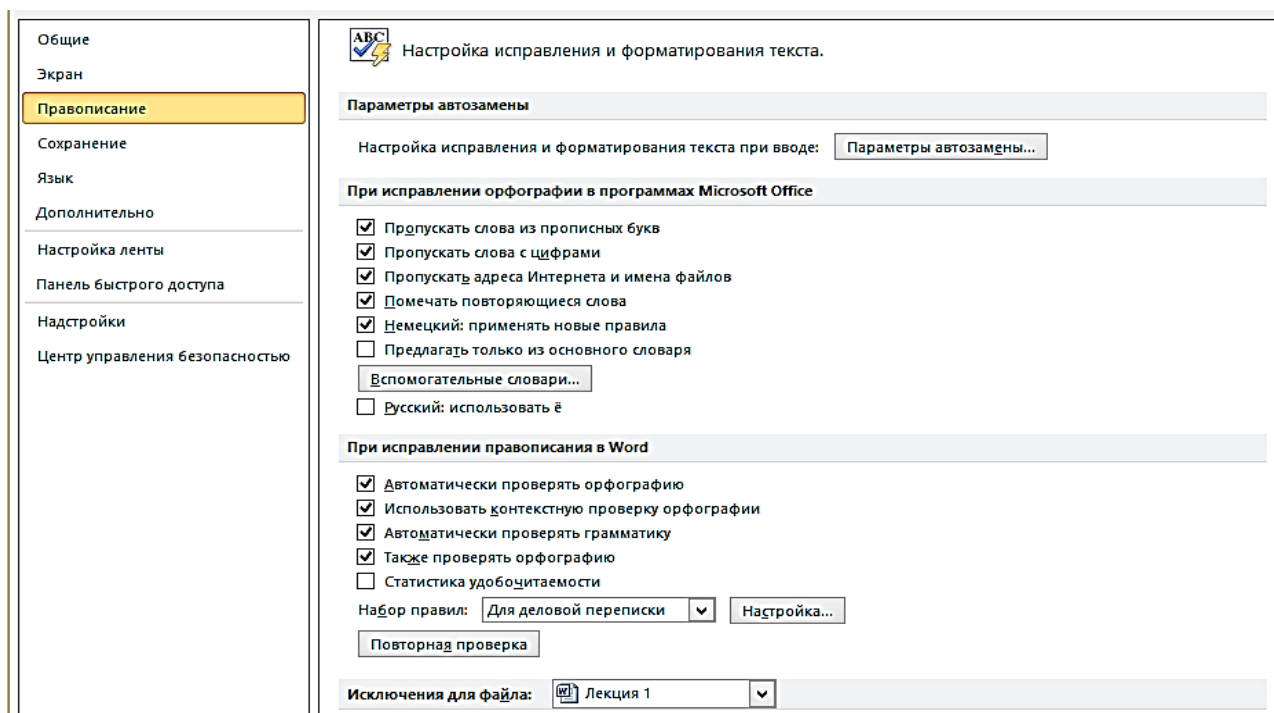

Рис. 29. Настройка проверки правописания
3. Установить параметры проверки орфографии и грамматики. На рис. 29 показаны параметры, рекомендуемые для большинства случаев.